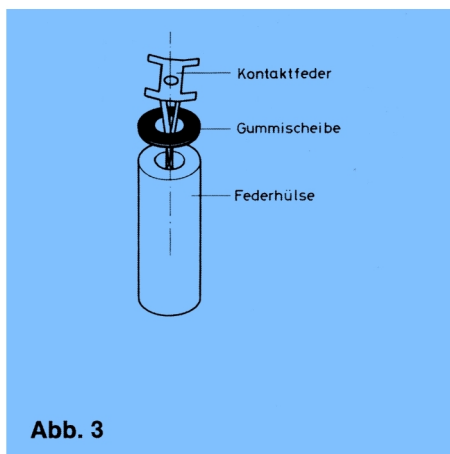

Abb. 3
4. In jede Federhülse (Turm mit großem Loch) eine Kontaktfeder mit Gummischeibe einsetzen (Abb. 3).